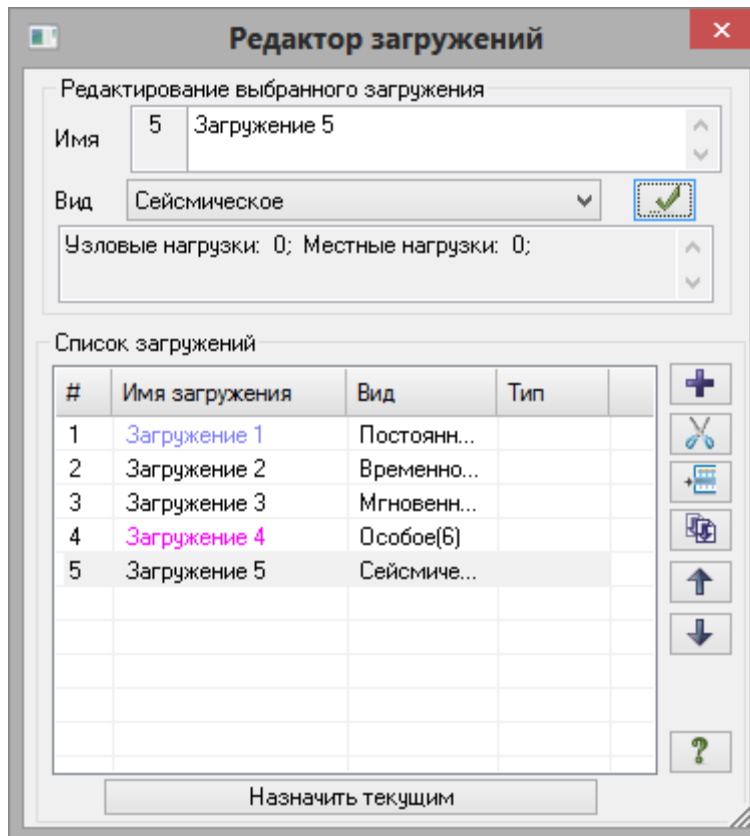

Рис.3.21. Диалоговое окно Редактор загрузений
- Вызовите диалоговое окно **Редактор загрузений** (рис.3.21) щелчком по кнопке  – **Редактор загрузений** (панель **Нагрузки** на вкладке **Создание и редактирование**).